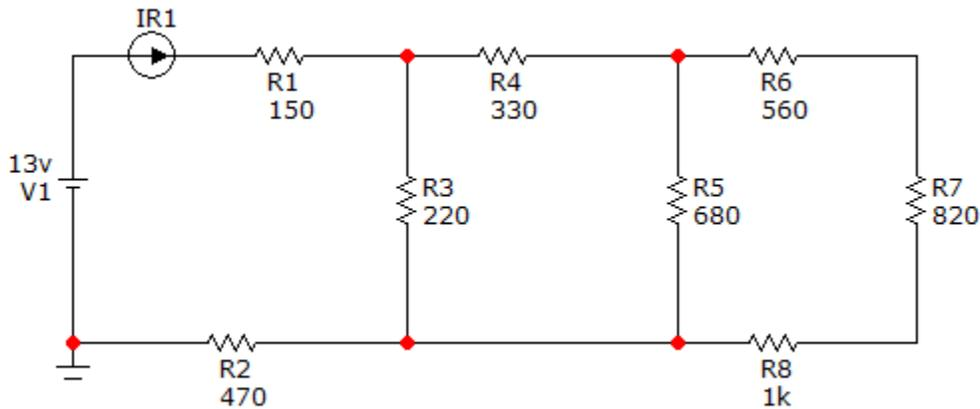

Figura 1.3
- Nota.** La forma de medir corriente es conectando el multímetro en serie con el elemento como lo muestra la figura 1.3. Posicione el selector en un rango adecuado. **Debe tener cuidado de no exceder la capacidad del aparato en el rango en el que éste se use. Si no conoce el valor a medir seleccione la escala más alta.**